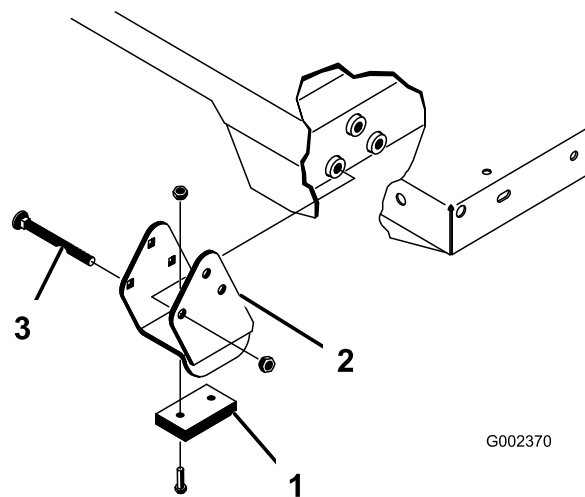

図 36
注 スペーサブラケットとウェアブロック 図 36 はキャリッジボルトで固定しますが、このボルトは必ず頭を車両の内側に向けてください。
2. 荷台を慎重に車両フレームの上に載せる 後部にある荷台のピボットプレートの穴とリアフレームチャンネル鋼材の穴を揃えて、クレビスピンとリンチピン各2個を取り付ける 図 36。
4. クレビスピンは荷台の外側から差し込み、リンチピンが荷台の外側に向いているようにする 図 36)。